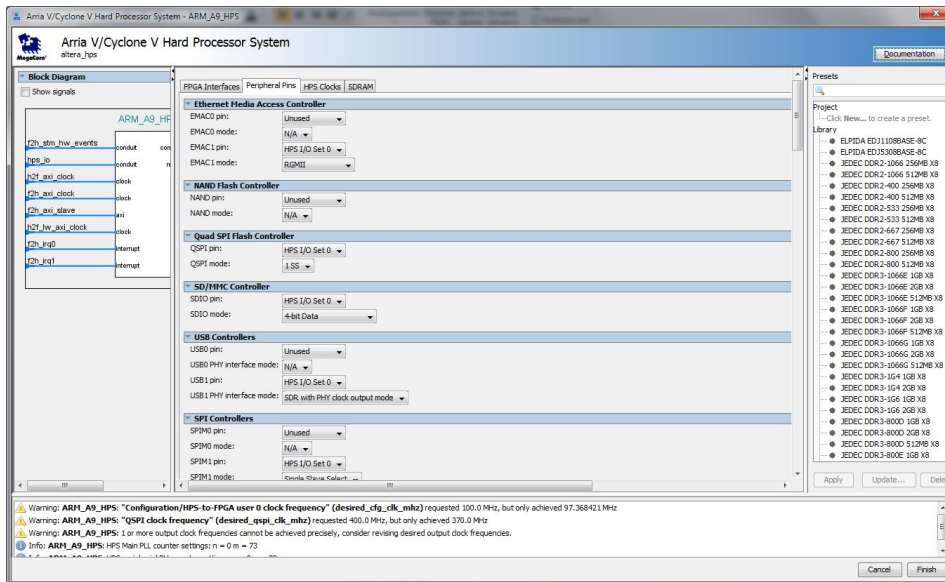

Рис. 48. Налаштування периферійних пристроїв
9. Перейдіть до сторінки *Peripheral Pins* та виконайте налаштування периферійних компонентів процесорного ядра у відповідності до рис. 48 – 50.